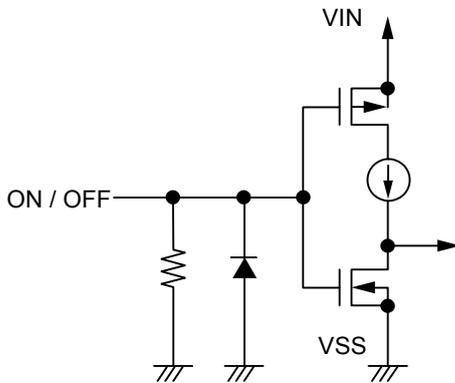

図30 S-13A1シリーズA / Cタイプ
ON / OFF端子は図30、図31の構造になっています。
*1. ON / OFF端子をVIN端子に接続した状態で動作させたときのS-13A1シリーズA / Cタイプの消費電流は、2.5 MΩ typ.プルダウン抵抗に流れ込む電流分だけ多く流れますので注意してください(図30参照)。